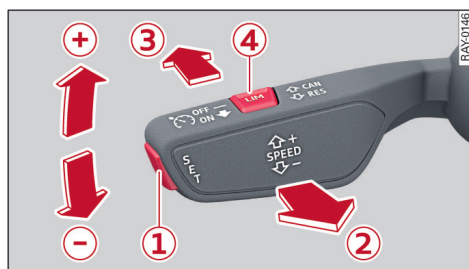

图 85 操纵杆：开启系统
- ▶ 要小幅度提高/降低设定车速时，请轻点操纵杆到 +/− 位置的第一个压力档 → 图 85。
- ▶ 向 +/− 方向轻点操纵杆 → 图 85。
- ▶ 要启用预选车速时，请将操纵杆向胸口拉到位置 ②。